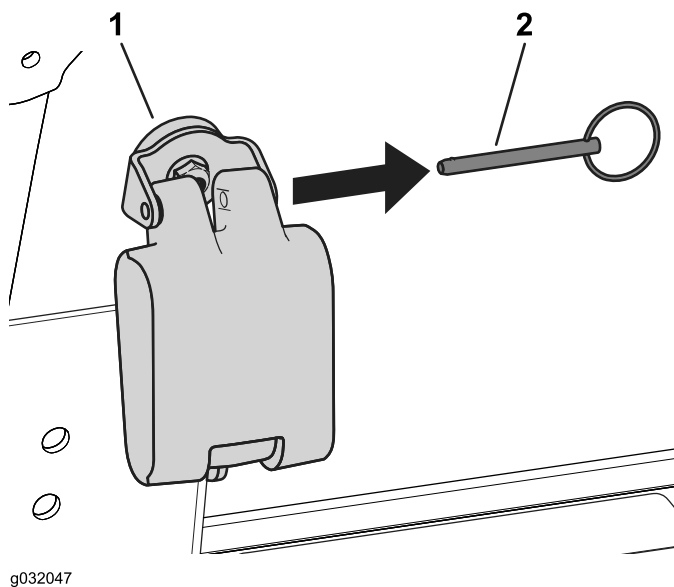

Figura 9
1. Retire los dos pasadores de cada lado del cierre del parabrisas delantero, y apártelos (Figura 9).
6. Baje el parabrisas e inserte en el cierre los pasadores que retiró anteriormente (Figura 9).